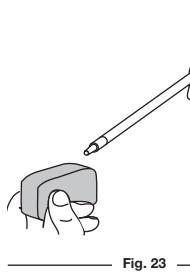

Fig. 23
- Appliquez une quantité suffisante d'huile moteur propre SAE 30 pour enduire légèrement le filtre (Fig. 23).